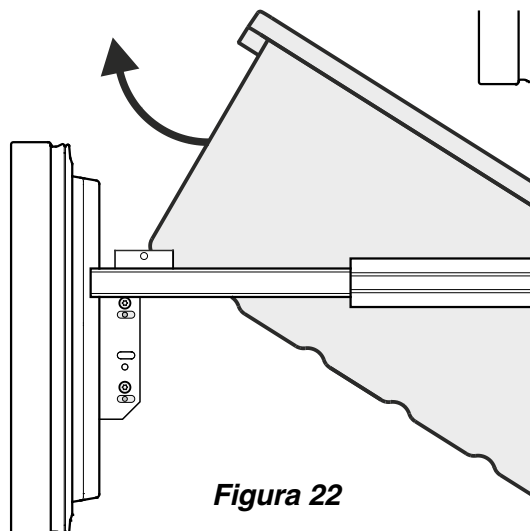

Figura 22
- Incline el recipiente y retírelo - **Figura 22.**